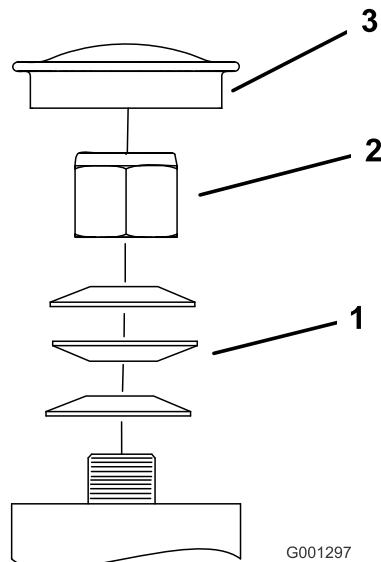

Figura 66
3. Retire el tapón anti-polvo de la rueda giratoria y apriete la contratuerca (Figura 66).
4. Apriete la contratuerca hasta que las arandelas de muelle estén planas, luego afloje 1/4 de vuelta para establecer la pre-carga correcta de los cojinetes (Figura 66).
**Importante: Asegúrese de que las arandelas de muelle están correctamente instaladas, según se muestra en Figura 66.**